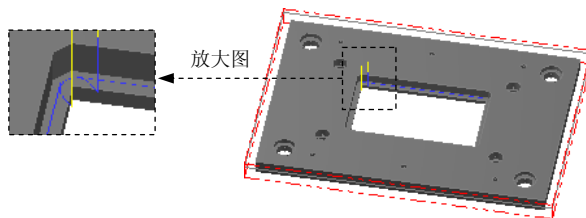

图 2.37 刀具路径
(1) 完成上步操作后，在“2D 刀具路径 - 外形铣削”对话框的刀具列表中双击该刀具，系统弹出“定义刀具-机床群组-1”对话框。
(2) 设置刀具号码。在“定义刀具-机床群组-1”对话框中的 **刀具号码** 文本框中，将原有的数值改为 6。
(3) 设置刀具的加工参数。单击“定义刀具-机床群组-1”对话框中的 **参数** 选项卡，在 **进给速率** 文本框中输入值 200.0，在 **下刀速率** 文本框中输入值 100.0，在 **提刀速率** 文本框中输入值 500.0，在 **主轴转速** 文本框中输入值 2000.0。
(4) 设置冷却方式。在 **参数** 选项卡中单击 **Coolant...** 按钮，系统弹出“Coolant...”对话框，在 **Flood**（切削液）下拉列表中选择 **On** 选项。单击该对话框中的 **✓** 按钮，关闭“Coolant...”对话框。
Step11. 单击“2D 刀具路径 - 外形铣削”对话框中的 **✓** 按钮，完成参数设置，此时系统将自动生成图 2.37 所示的刀具路径。